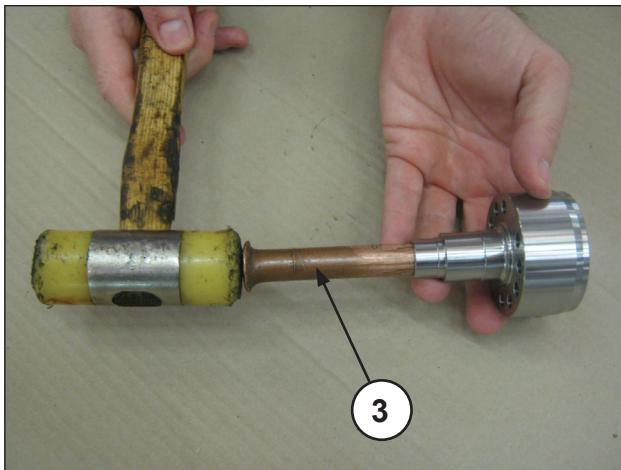

Abb. 116
- Mit abgetrenntem HD-Dichtungshalter und mit einem passenden Dorn (Pos. ③ Abb. 116) ziehen Sie den HD-Dichtungssatz (Hochdruck) (Pos. ④ Abb. 117) heraus und entnehmen schließlich die Kopfdichtung (Abb. 118).